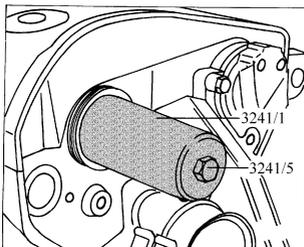

图 2-96 用 3241/1 和 3241/5 将油封压到底
4) 如图 2-96 所示, 用 3241/1 和 3241/5 将油封压到底。